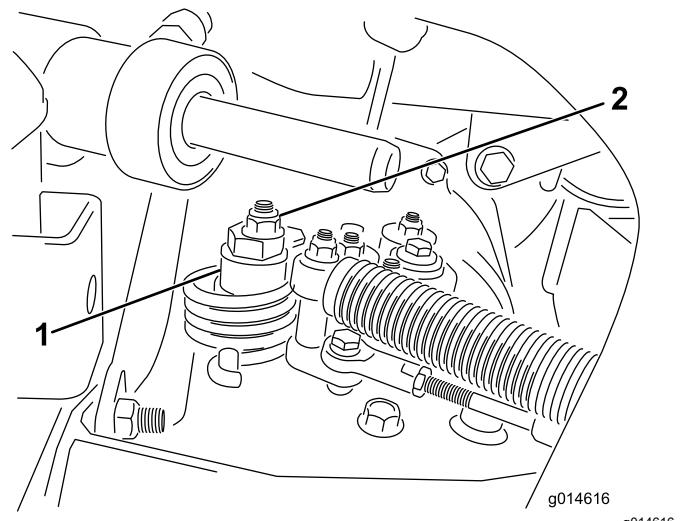

図 41
- A. 偏芯ナットをハイドロスタッフ上部に止めているナットをゆるめる図 41。
- どちらにも車輪が回らないように偏芯ナットを回して調整する。調整ができたら固定ナットを締める図 41。スロットル低速および高速位置で調整が正しいことを確認する。